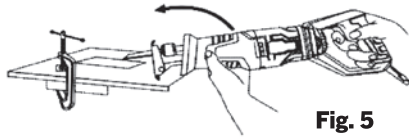

Fig. 5
2. Fixez la pièce de fabrication à un établi ou une table de travail (Fig. 5).